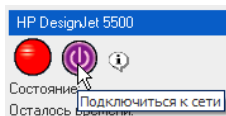

Рис. 11. Значок статуса «Не подключен»
- **«Не подключен»** – обозначается красной сферой (см. рис. 11). После нажатия фиолетовой кнопки принтер включается.